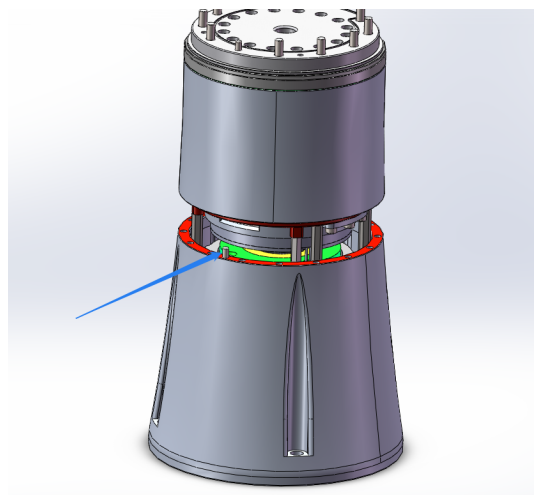

图 3-4: 安装基座关节
1. 根据基座定位销与基座关节腰形槽的位置，将基座关节与基座对齐并定位（见图 3-4），使用 16 颗 M3 螺钉进行紧固。